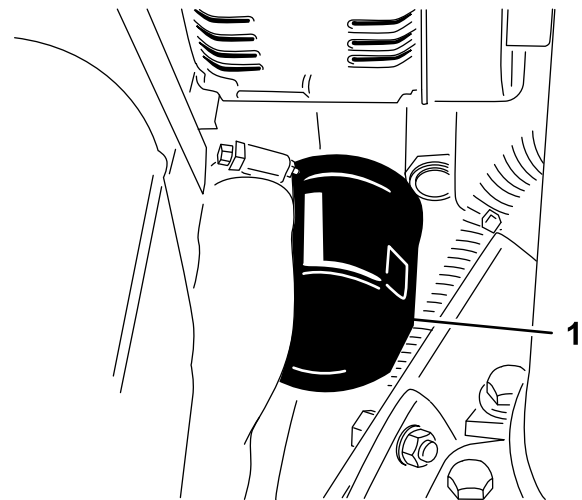

Bild 37
3. Entfernen Sie den Ölfilter (Bild 37).